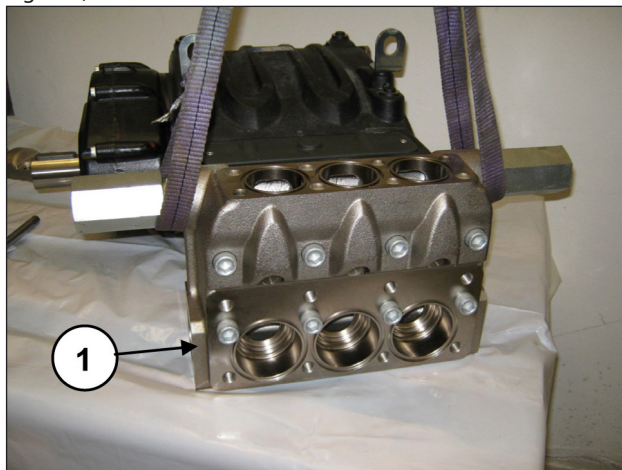
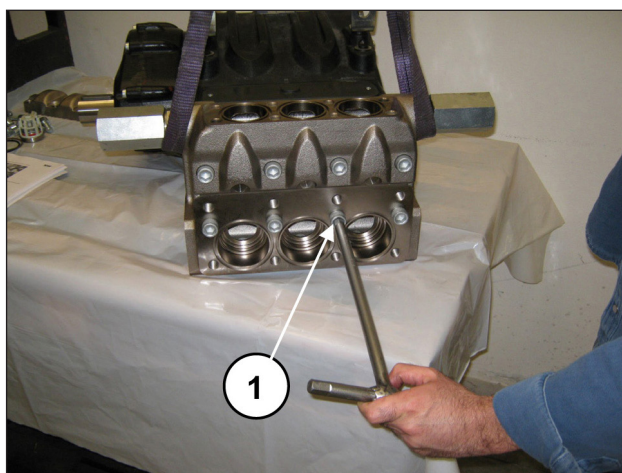

Fig. 162
Fig. 163
Montar la cabeza en el cárter de la bomba (pos. ①, Fig. 162) sin golpear los pistones y apretar los 8 tornillos M16x150 (pos. ①, Fig. 163).